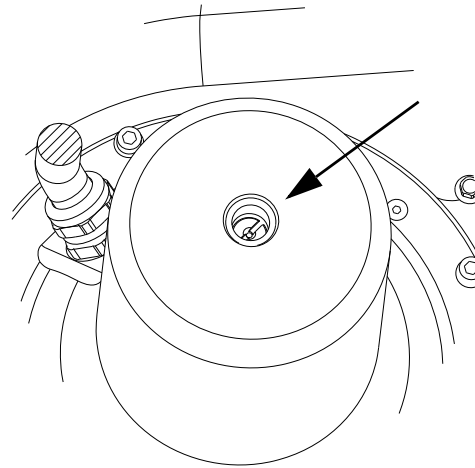

Abb. 30 Oberes Ende der Motorwelle mit Schlitz
- Das obere Ende der Motorwelle ist jetzt sichtbar. Siehe Abb. 30. Prüfen, ob sich der Rotor und das Laufrad frei drehen lassen. Dazu die Welle mit Hilfe eines Schlitzschraubendrehers drehen.